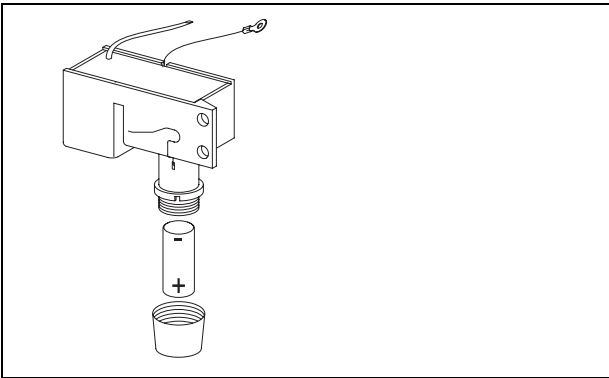

Fig. 6 Inserimento delle batterie
- ▶ Introdurre nell'apposito contenitore le batterie (Fig. 6) rispettandone la polarità.